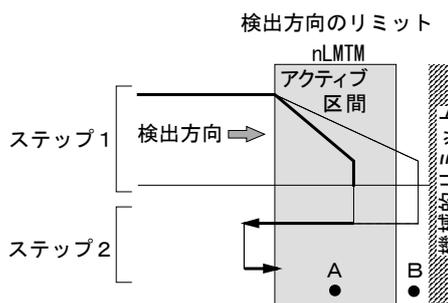

図 2.5-16 自動原点出し 例2の動作
- b. 自動原点出しを開始する位置が、検出方向に向かって、リミット信号アクティブ区間を越えた先(図2.5-16のBの位置)にはないこと。